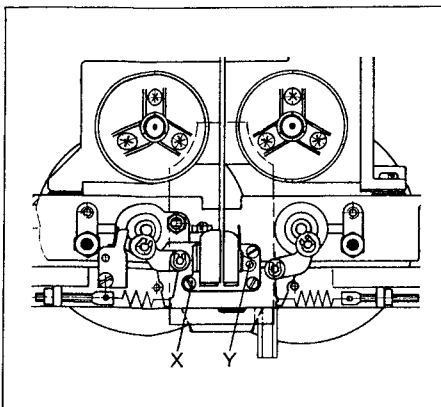

Fig. 5.4
- Mit Schraube X (Fig. 5.4) den Ausgangspegel beider Kanäle auf maximale Ausgangsspannung einstellen.
- With screw X (Fig. 5.4), adjust the output level of the two channels for maximum output voltage.
- Réglez à sa valeur maximale le niveau de sortie des deux canaux grâce à la vis X (fig.5.4). (Pour effectuer ce réglage, on peut se servir d'un phase-mètre et régler à l'erreur de phase minimale.)
- Mit Kreuzschlitzschraubendreher Größe 00 Schraube Y (Fig. 5.4) so einstellen, dass für beide Kanäle ein Pegelmaximum erreicht wird (minimale Phasendifferenz).
- With screwdriver size 00 for cross recessed head screws adjust screw Y (Fig. 5.4) in such a manner that maximum level is obtained for both channels (minimum phase difference).